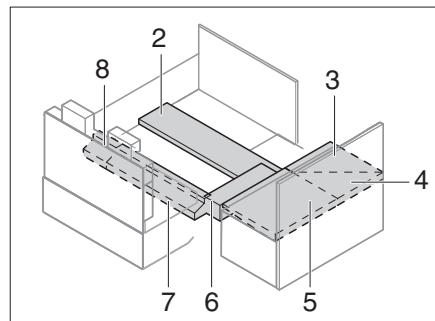

Fig. 234 Colocar cojín adicional
- Colocar cojín adicional (Fig. 234). La distancia se obtiene de los cojines de inserción.